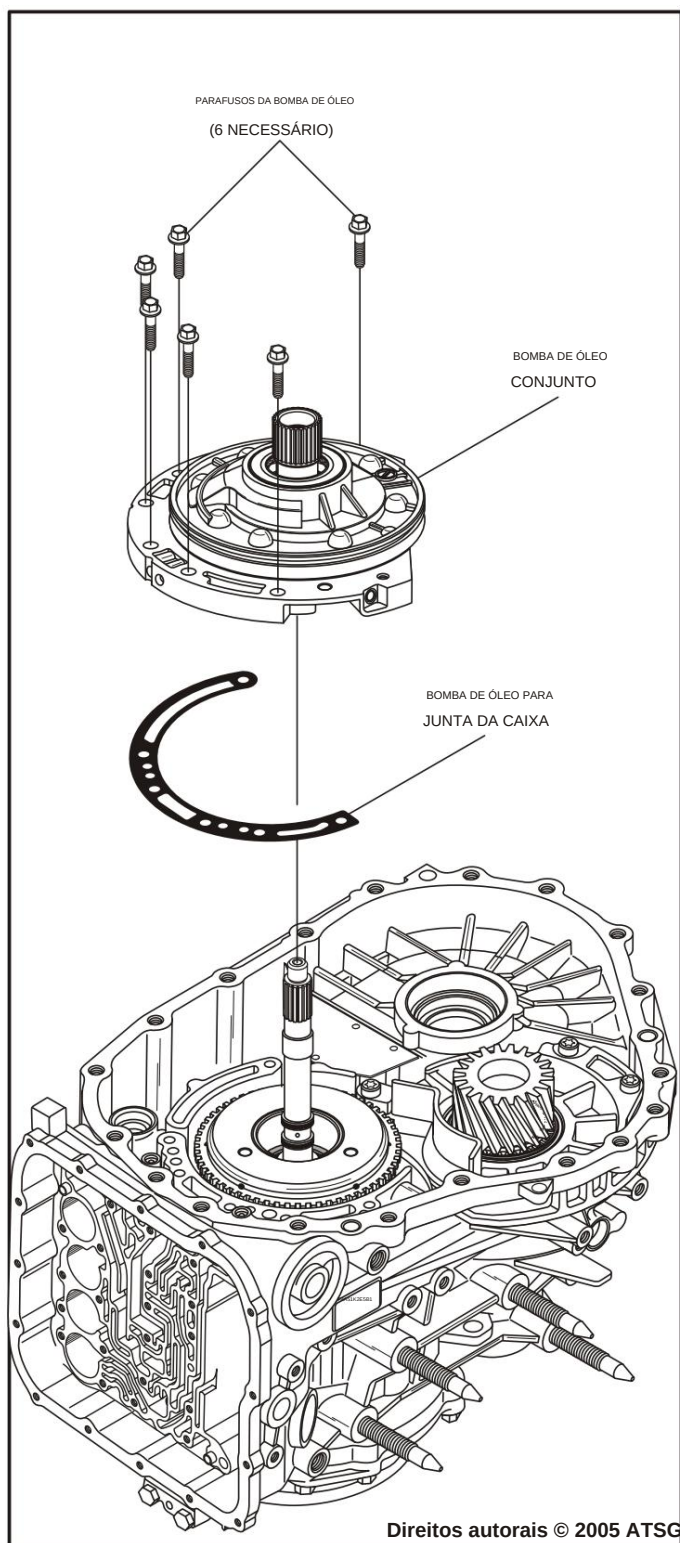

Figura 200
96. Instale a junta da bomba de óleo na caixa da transmissão, conforme mostrado na Figura 200.
97. Instale o conjunto pré-montado da bomba de óleo, conforme mostrado na Figura 200.
98. Instale e aperte a bomba de óleo 6 nos parafusos da caixa a 23 N·m (17 pés-lb.) (Ver Figura 200).